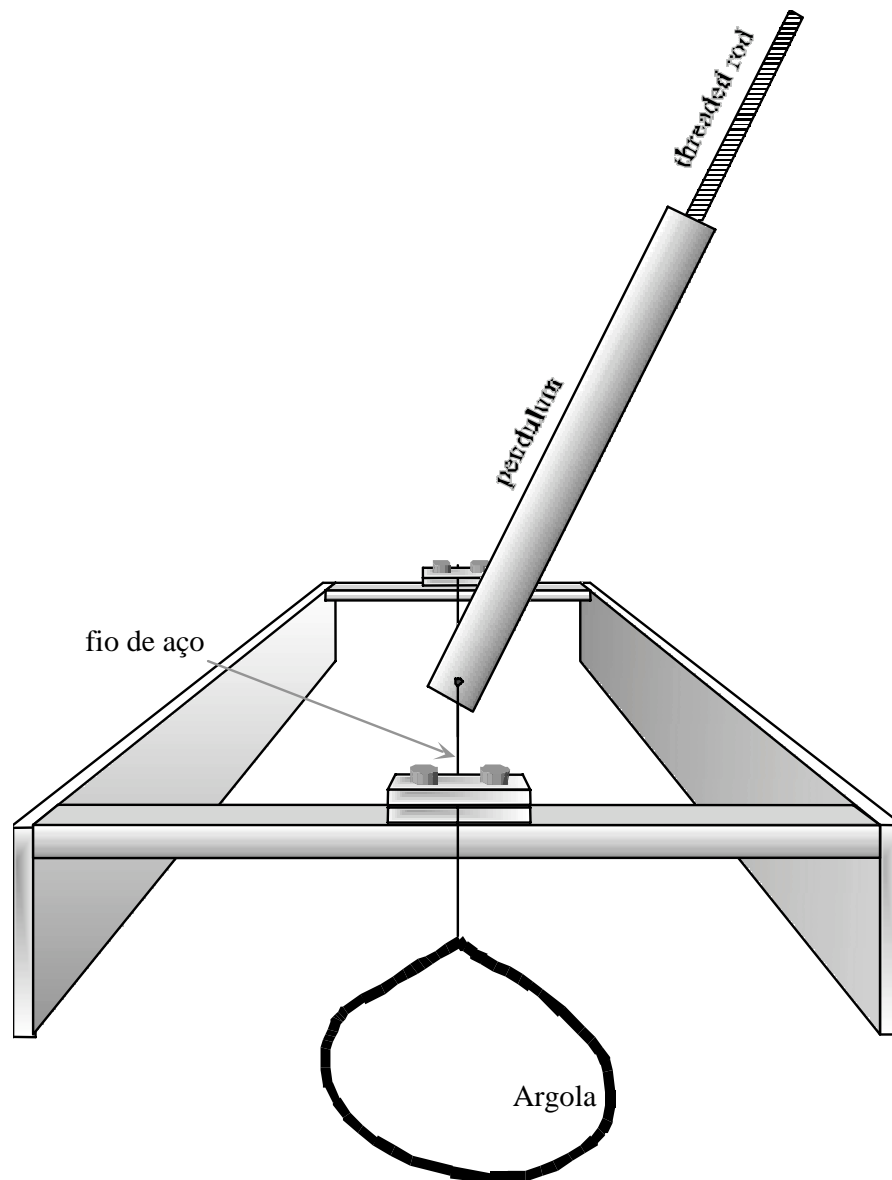

Figura 1: esquema do dispositivo experimental quando o eixo de rotação é horizontal.
1. Um pêndulo de torsão, consistindo de uma parte externa (que não é homogênea longitudinalmente) e de uma barra com rosca; quadro-suporte que servirá para montar o pêndulo tal como mostra a figura 1
O sistema experimental está representado na figura 1; é um pêndulo de torsão que pode oscilar quer em torno de um eixo de rotação horizontal quer em torno de um eixo de rotação vertical. O eixo de rotação é definido por um fio de aço mantido sob tensão. O pêndulo tem duas partes; uma parte é uma barra com rosca, que enrosca na outra parte do pêndulo, e que pode ser fixada com uma pequena porca hexagonal. A barra com rosca **não** pode ser totalmente desenroscada da outra parte.
- a posição do pêndulo definida pelo ângulo θ que o pêndulo faz com a direcção perpendicular ao plano do quadro-suporte, que na figura 1 está na horizontal.